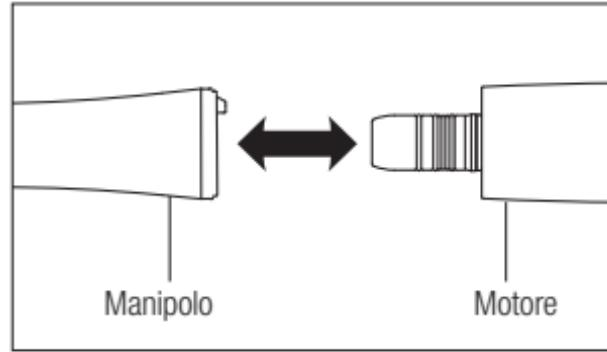

Fig. 1
- 1) Collegare il manipolo direttamente al motore (Fig. 1). Per collegare un manipolo con luce, ruotare il manipolo fino a bloccarlo in posizione con un click.